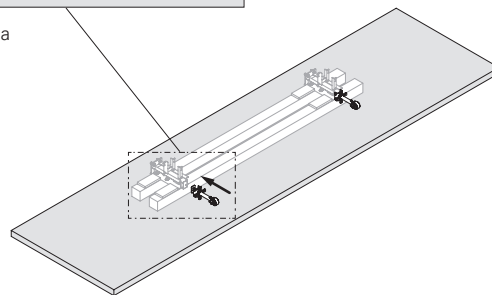
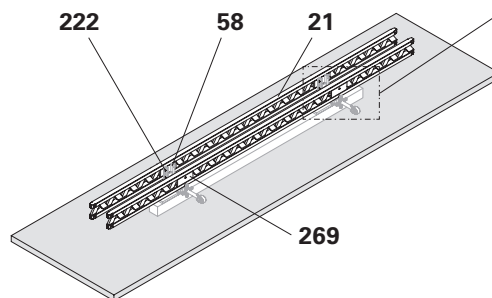

Fig. B9.02
Fig. B9.03
2. Infilare l'estremità inferiore dell'albero di sostegno ACS (59) nella trave della piattaforma ACS (58) e avvitare sul lato frontale della trave della piattaforma ACS (58) con il materiale di fissaggio in dotazione. (Fig. B9.02 + B9.02a)
3. Posizionare le travi per casseforme GT 24 (21) sulle travi della piattaforma ACS (58) come sostegno dell'impalcato e allinearle.
4. Preforare le travi per casseforme GT 24 (21) con fori Ø 9 mm e fissarle alle travi per casseforme ACS (58) con bulloni a testa piatta DIN 603 M8 x 100 dado (222). (Fig. B9.03)